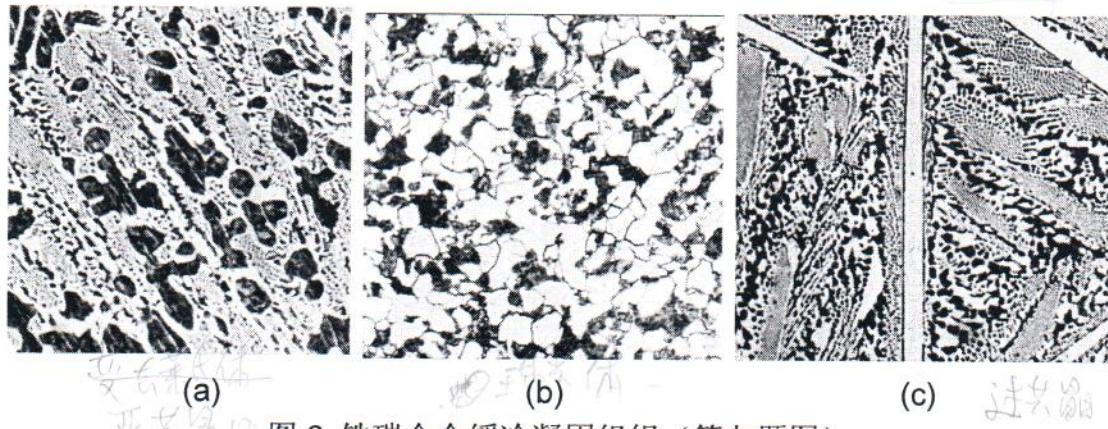

图 6 铁碳合金缓冷凝固组织 (第九题图)
九、图 6 为 3 个不同成分 (0.45% C, 3.4% C, 4.7% C) 的铁碳合金缓冷凝固组织
2. 分析图 6(c) 中组织的凝固过程，并计算该合金中白色长条状组织的重量相对量。